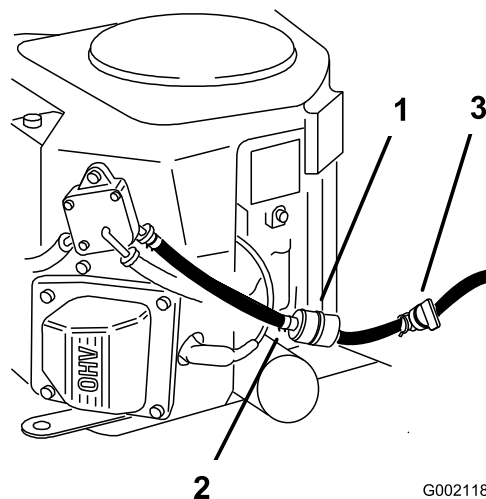

Figura 53
5. Cierre la válvula de cierre de combustible, situada debajo del asiento (Figura 53).
6. Apriete los extremos de las abrazaderas y deslícelas por el tubo alejándolas del filtro (Figura 53).
8. Instale un filtro nuevo y acerque las abrazaderas al filtro (Figura 53).